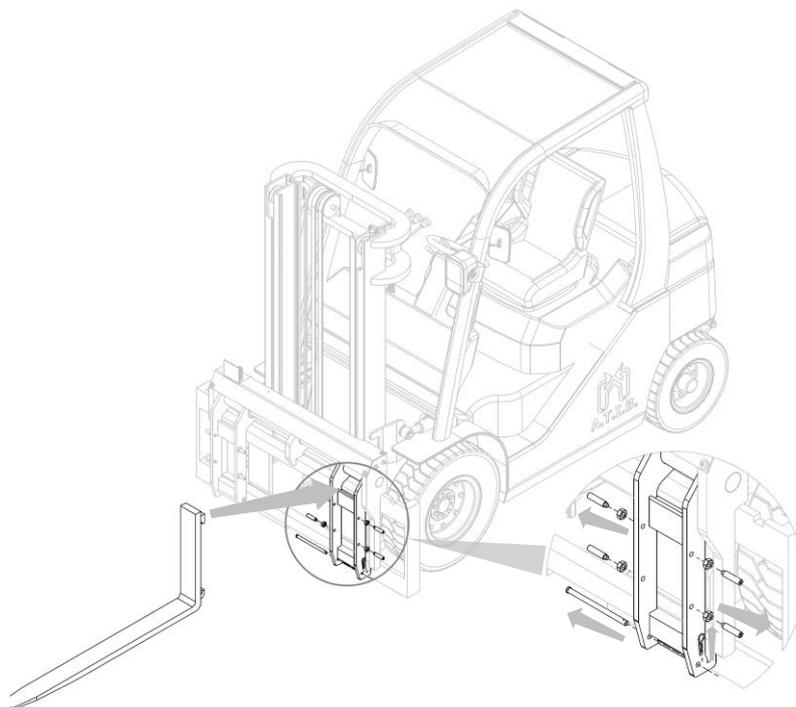

Figura 9
1. Aplicar las horquillas después de haber desatornillado los bloques de las soportes y retirado los pasadores inferiores (mira punto 3.3) que sujetan las horquillas (mira Figura 9).